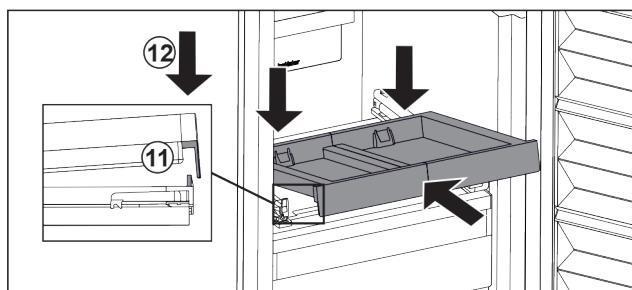

Fig. 84
- Vstavite jo v poševnem položaju. Pazite, da je nastavek na obeh straneh za jezičkom. Fig. 84 (11)
- Izvlečno polico odložite spredaj. Fig. 84 (12)